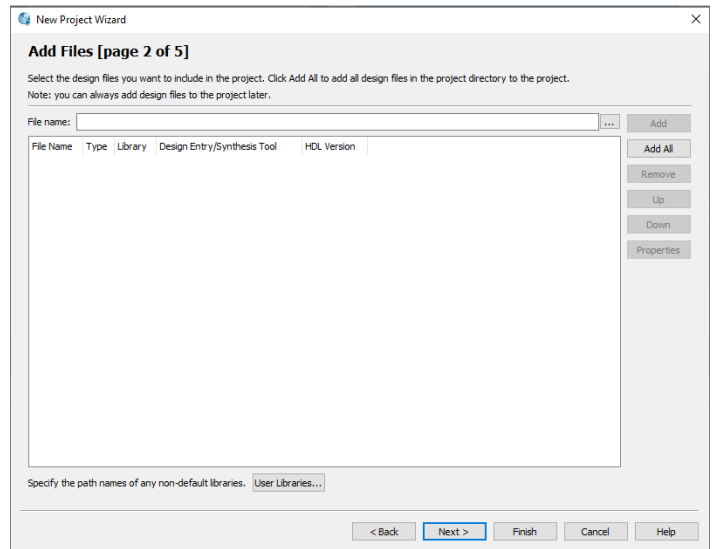

Figura 4
2. En el siguiente recuadro nos consulta si vamos a agregar algún archivo de diseño a nuestro proyecto, en este caso no vamos a agregar ninguno así que solo presionamos *Next*. Ver Figura 4.